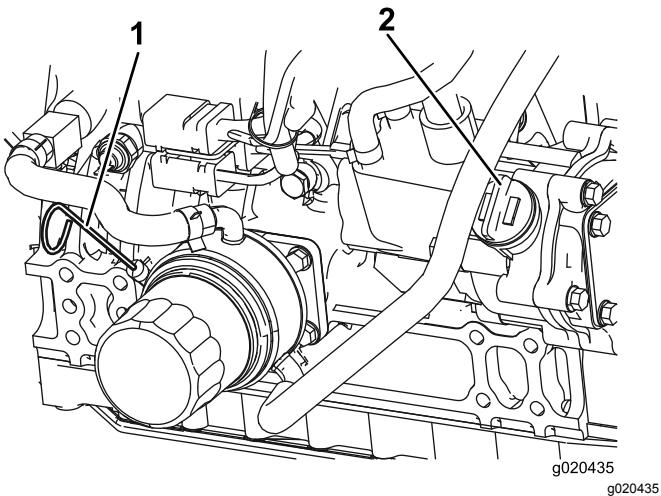

Bild 55
3. Entfernen Sie den Peilstab, wischen ihn ab und führen ihn wieder in das Rohr ein; ziehen Sie ihn dann wieder heraus. Der Ölstand sollte zwischen der Nachfüll- und Voll-Markierung sein (Bild 55).
4. Wenn der Ölstand niedrig ist, entfernen Sie den Einfülldeckel (Bild 55) und füllen Sie Öl ein, bis der Stand zwischen der Voll- und Nachfüllmarkierung liegt. **Füllen Sie nicht zu viel ein.**